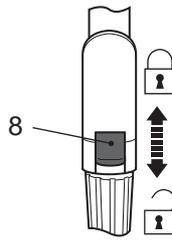

Fig. 13
- > Tirez le bouton de verrouillage [8] vers l'arrière et maintenez-le dans cette position (Fig. 13).